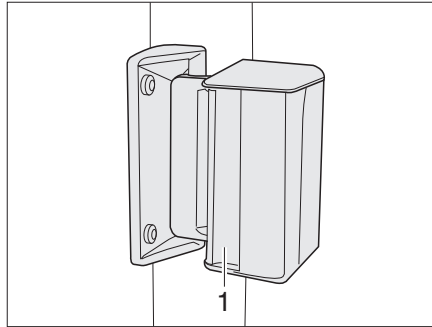

Fig. 62 Ventana corredera
- Presionar el tirador (Fig. 62,1) y, al mismo tiempo, empujarlo o tirarlo hacia delante o hacia atrás.